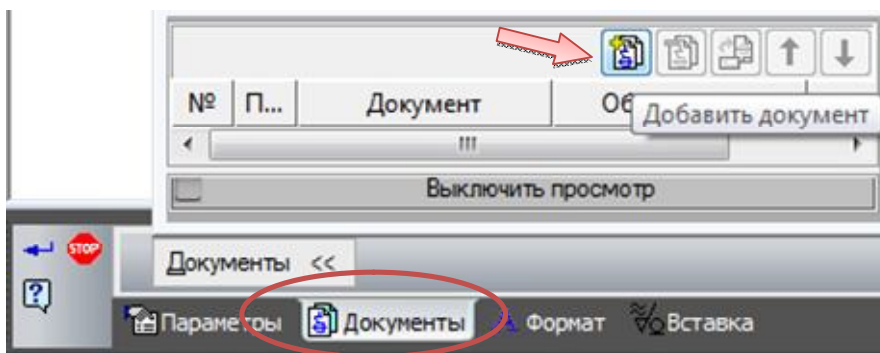

Рис. 2.33. Окно «Добавить документ»
- На инструментальной панели окна подключенных документов нажмите кнопку «Добавить документ»  (рис. 2.33).